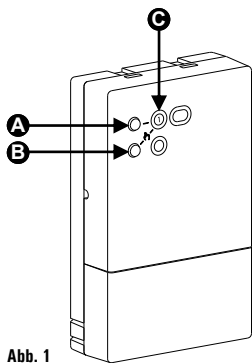

Abb. 1
LED (C siehe Abb. 1)
SELBSTLERMODUS - TASTE (A Abb. 1)
MANUELLES SCHALTEN DES RELAIS - TASTE (B Abb.1)
- Drücken sie nun die entsprechende Taste des Kanals, welchen zugeordnet werden soll. Abb.1 A für Kanal 1. Der Selbstlernmodus startet und die LED blinkt gelb, mit hoher Frequenz (schnell).
- Drücken der Tasten A und B (siehe Abb.1)
Um das System zu testen, ist es möglich, das Ausgangsrelais durch Drücken der Taste B Abb.1 zu schalten. Durch Drücken der Taste nimmt der Ausgang nacheinander die folgenden Zustände ein: